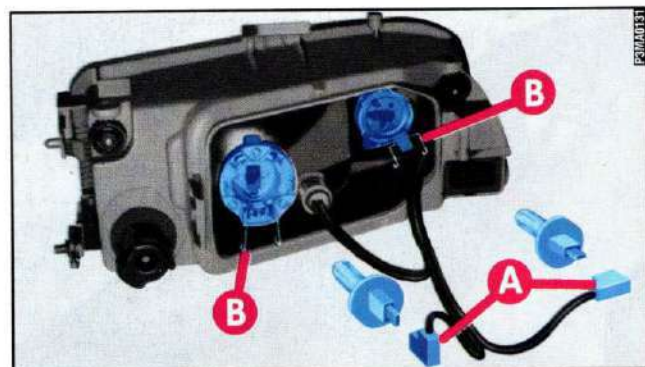

fig. 15
2) Sfilare il connettore **A**-fig. 15.